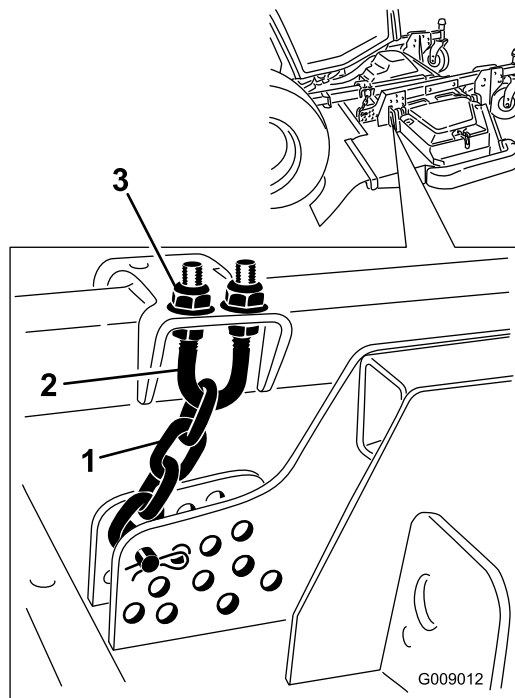

**Figura 139**
1. Rode cada lâmina para que aponte a direito para a frente (**Figura 139**).